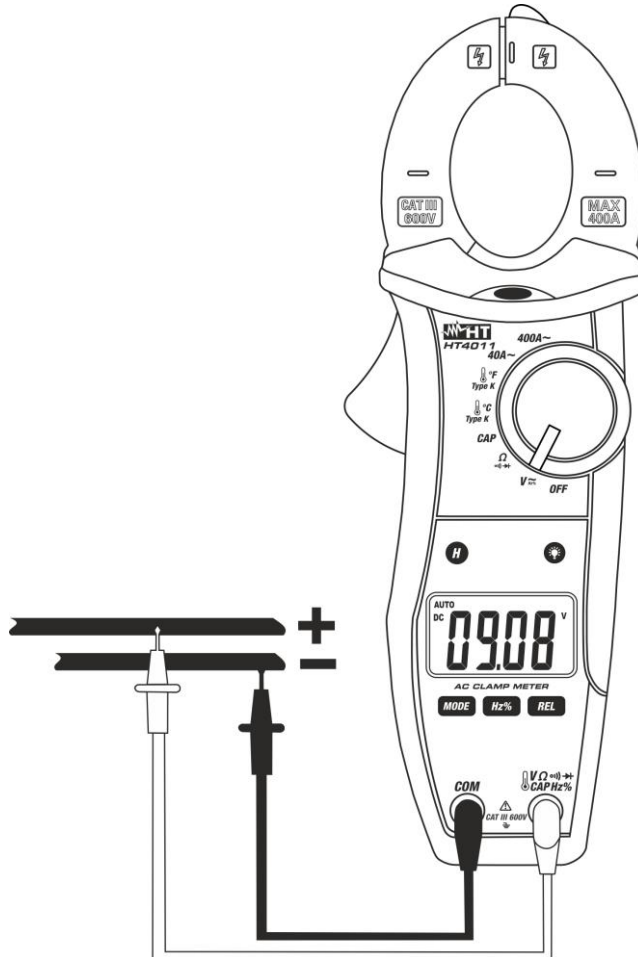

Fig. 3: Uso de la pinza en medida de Tensión CC
3. Posicione las puntas de prueba en los puntos deseados del circuito en examen (vea Fig. 3). El valor de la tensión se muestra en pantalla
5. La visualización del símbolo "-" sobre el visualizador del instrumento indica que la tensión tiene sentido opuesto respecto a la conexión de Fig. 3
5. Posicione las puntas de prueba en los puntos deseados del circuito en examen (vea Fig. 3). El valor de la tensión se muestra en pantalla.